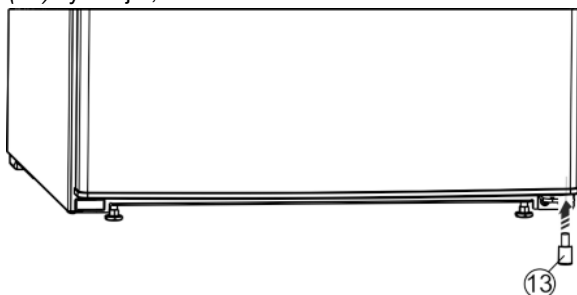

Fig. 11
- ▶ Distanční vložku *Fig. 11 (13)* opět vsadíte vpravo dole do dveří; je důležitá pro stabilitu přístroje.